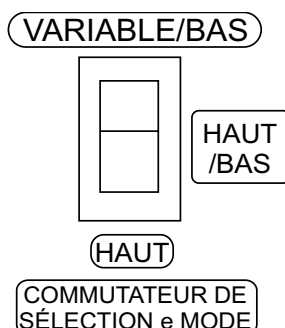

**Figure 31. Commutateur de sélection du mode-e (mode CC)**
- Placer le sélecteur de mode-e (Figure 31) dans la position souhaitée définie par Tableau 19. Ce commutateur est du type à bascule à 3 positions.